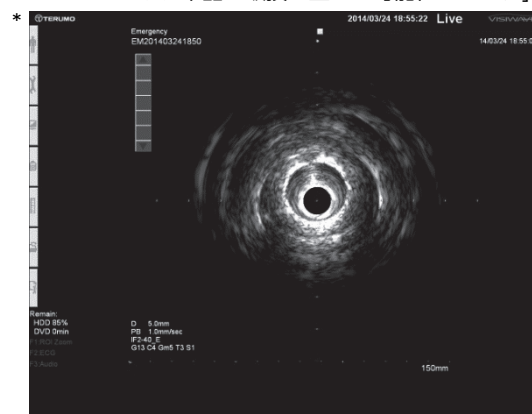

図7 確認画像の例(ビジュエーブの場合)
(3) ガイドワイヤーを本品の第1ガイドワイヤールーメンに通してから第2ガイドワイヤールーメンに通す。続いて、ガイドワイヤーに追従させて本品を親カテーテル内に挿入する。親カテーテル内で挿入を一時停止し、専用装置の「SCAN」キーを押して、スキャナーのモーターを作動させ、モニター上に超音波画像があらわれることを確認する(図7参照)。画像確認後、「SCAN」キーを押して、スキャナーのモーターを停止させ、本品の挿入を再開する。本品につけられた90cmと100cmの深度マーカーは挿入する際の目安になる。なお、画像があらわれない、若しくは画像が不鮮明・不安定、又は振動・異音が発生する場合は、スキャナーとの接続を確認し、フラッシュポートからヘパリン加生理食塩液を適宜フラッシュする。改善が見られない場合は、使用を中止し、新しいカテーテルに交換すること。